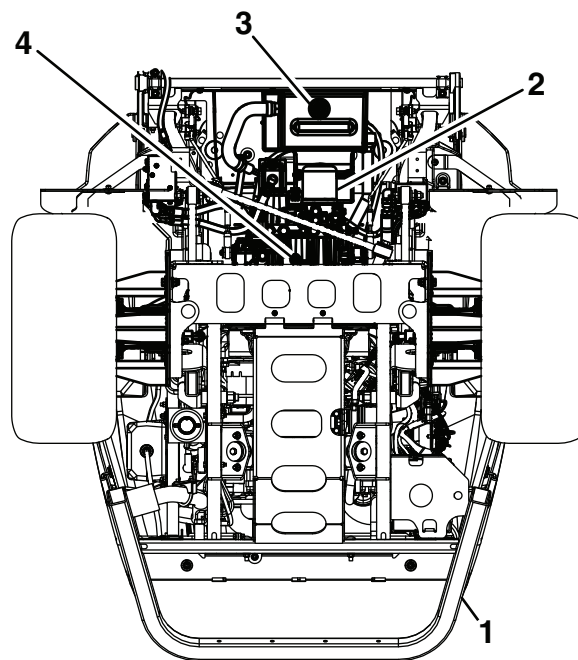

Figure 70
4. Placez un grand bac de vidange sous le réservoir hydraulique et le carter de transmission (Figure 70).